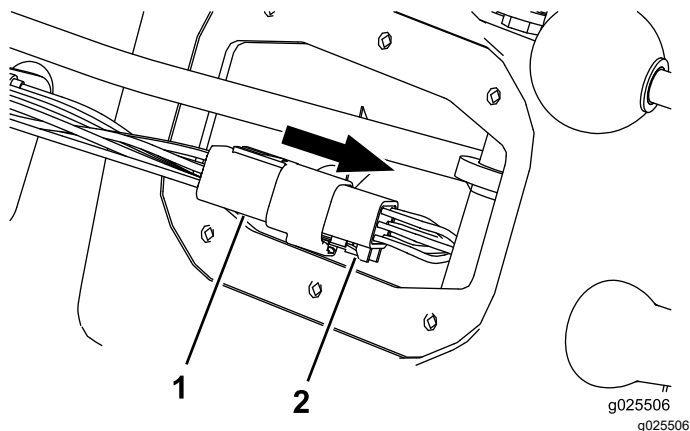

Figura 12
1. Desenchufe el conector del indicador de cambios del arnés de la máquina (Figura 12).